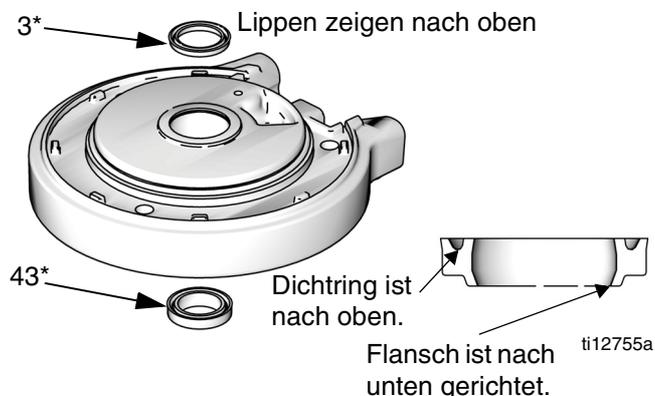

ABB. 12: Einbau des Dichtrings in den Druckluftmotor
1. Den O-Ring (9*) einfetten und auf die obere Abdeckung (13) einsetzen.
2. **Nur Modelle M07xxx, M12xxx und M18xxx:** Den oberen Kolbenstoßring (29) in die obere Abdeckung (13) einsetzen.
3. Die Innenseite des Zylinders (11) einfetten. Den Zylinder (11) auf die obere Abdeckung (13) absenken.
4. Den O-Ring (8*) einfetten und auf den Kolben (5) platzieren.
5. Die Baugruppe Kolbenbau (5) in den Zylinder (11) schieben. Dabei sicherstellen, dass der O-Ring (9*) an seinem Platz bleibt.
6. Den Schild (12) um den Zylinder (11) und in der Nut der oberen Abdeckung (13) anbringen.
7. Siehe ABB. 12. Einen neuen Dichtring mit Flansch (43*) einfetten und an der Unterseite des Lagers in der unteren Abdeckung (1) anbringen. Der Dichtring muss nach oben weisen und der Flansch muss nach unten weisen. Neuen Dichtring (3*) einfetten und von oben in das Lager einbauen. Lippen zeigen nach oben.
3 Dichtring ist nach oben gerichtet. Flansch (Dichtung nur unten) ist nach unten gerichtet. Siehe ABB. 12 auf Seite 15.